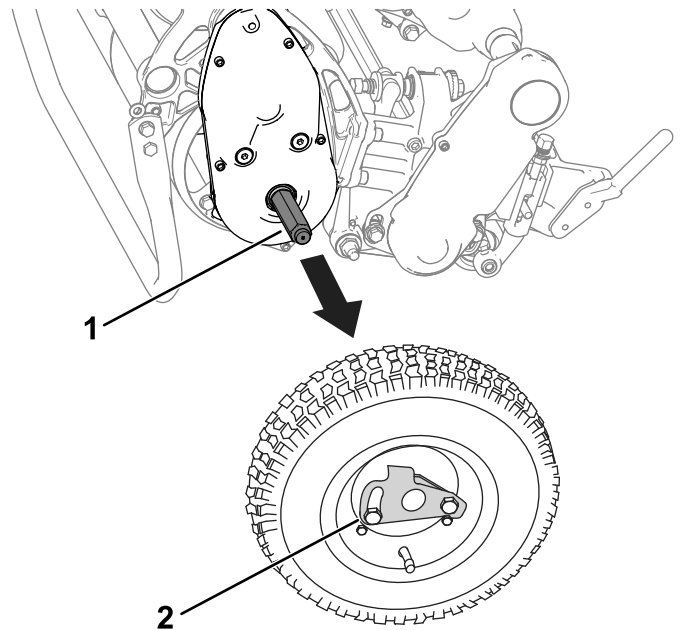

Figure 22
3. Déposez les roues de transport en poussant les clips de verrouillage hors des arbres (Figure 22).